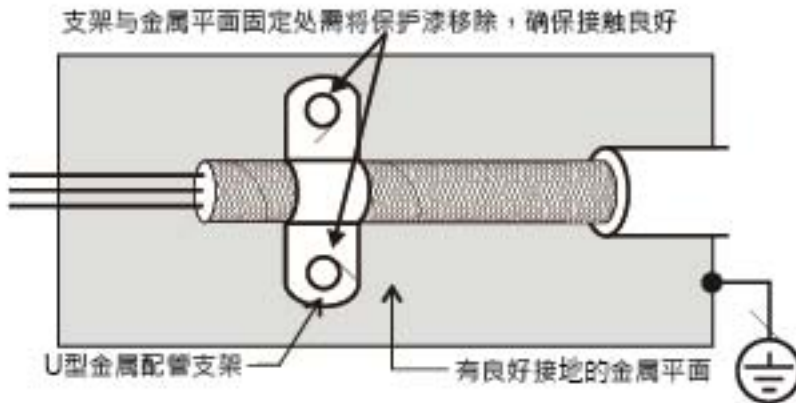

图 1
3. U型金属配管支架与金属平面固定处需将保护漆移除，确保接触良好，请见图 1 所示。